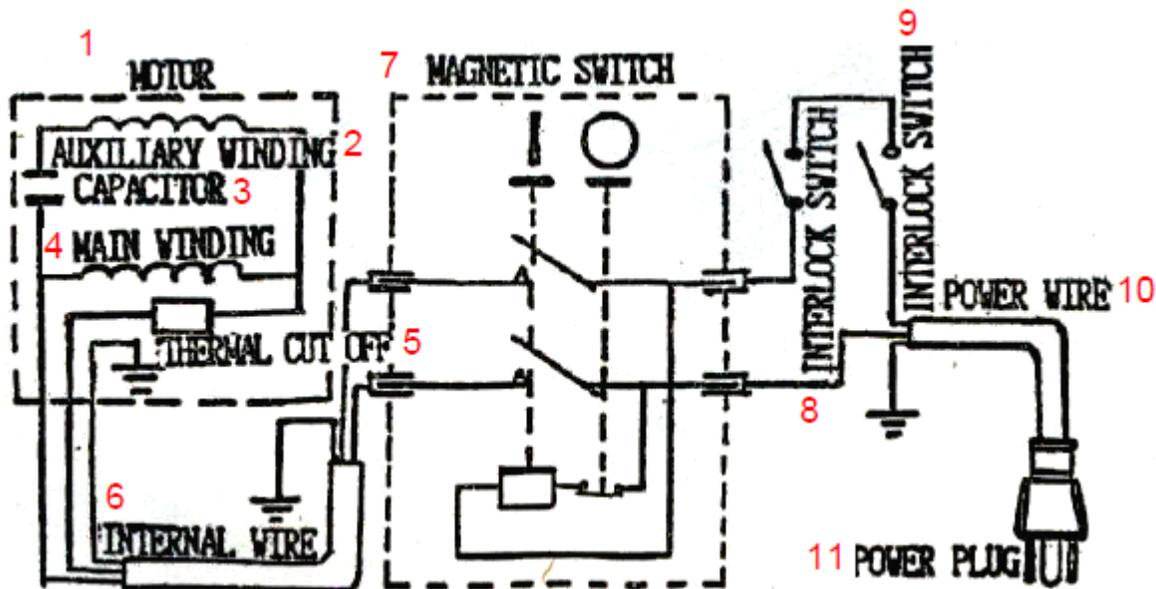

Рис. 1
На **Рис. 1** представлена схема подключения
Рабочий стол (83) устанавливается согласно **Рис. 2**. Закрепить вставку (85) в центр рабочего стола. Закрепить направляющую планку (87) к столу с помощью барашковых винтов, как показано на рис. 1. Затем вставить болт (76) с квадратным подголовником в боковую направляющую планку через полосковую шайбу (75). Закрепить верхнюю направляющую планку (79) и боковую планку барашком с шайбой. Поместить верхнюю планку с правой стороны полотна пилы. Ослабить гайки (77). Снять верхнюю направляющую планку и ослабить барашек (76). Сдвинуть стойку верхней направляющей планки (74) вправо от полотна (36) пилы. Затем закрепить верхнюю направляющую планку с другой стороны стойки верхней направляющей планки. **ВНИМАНИЕ!** Не допускается силовая подача материала на пилу. Приёмы работы определяются в дальнейшем из практического опыта. Следует по возможности сделать пробные резы на отходах.
2. Снять боковую направляющую планку (87) и полотно пилы (36), рис. 1.
4. Установить боковую направляющую планку (87).
5. Вращая маховичок (20), натянуть полотно пилы. При нагрузке в 3 кг, приложенной к поверхности пилы, прогиб должен составить около 8 мм. Натяжение пилы должно быть умеренным.